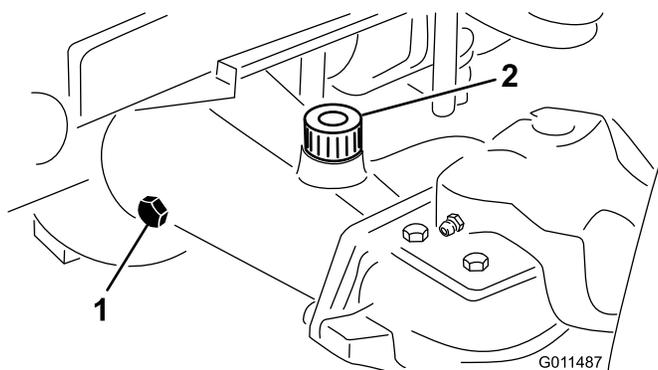

Figura 15
- Retire o tampão de verificação que se encontra numa das extremidades do eixo (Figura 15) e certifique-se de que existe lubrificante até ao fundo do orifício. Se o nível estiver baixo, retire o tampão de enchimento (Figura 15) e adicione lubrificante suficiente para o nível de lubrificante subir até ao fundo do orifício do tampão de verificação.